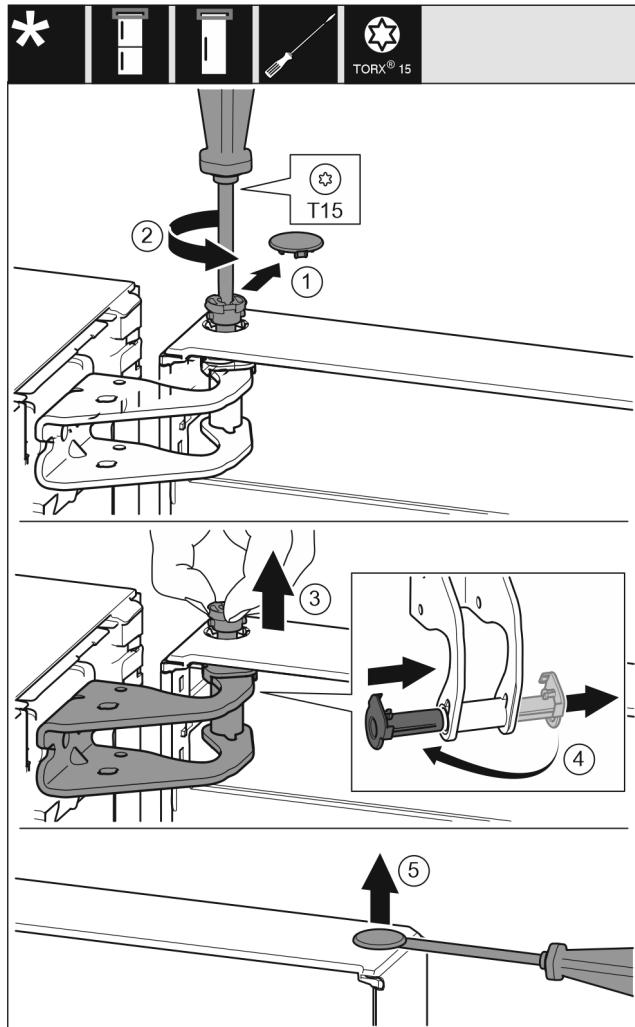

Fig. 6
- Opatrne vytiahnite pojistný kryt. Fig. 6 (1)
- Skrutkovačom T15 trochu vyskrutkujte čap. Fig. 6 (2)
- Pevne držte dvere a čap vytiahnite prstami. Fig. 6 (3)
- Puzdro ložiska vytiahnite z vedenia. Nasadte z druhej strany a zaklapnite. Fig. 6 (4)
- Plochým skrutkovačom opatrne nadvihnite a vyberte zátku z puzdra ložiska dverí. Fig. 6 (5)